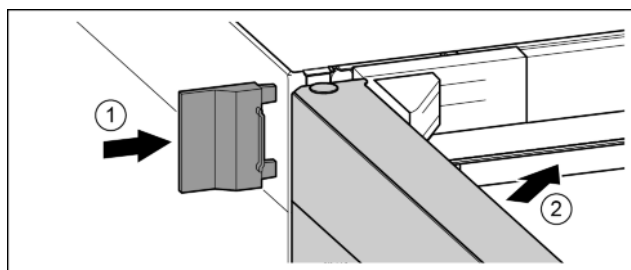

Fig. 20
- ▶ Montați capacul exterior. Fig. 20 (1)
- ▶ Închideți ușa superioară. Fig. 20 (2)